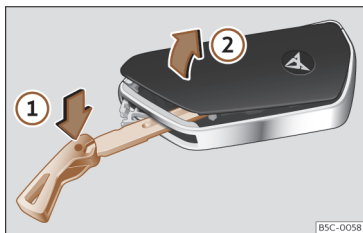

Fig. 73 Chave do veículo: abrir a tampa do compartimento da pilha.
- Introduza o palheto na ranhura >>> Fig. 73, pressione no sentido da seta ① e solte a tampa fazendo alavanca ②.